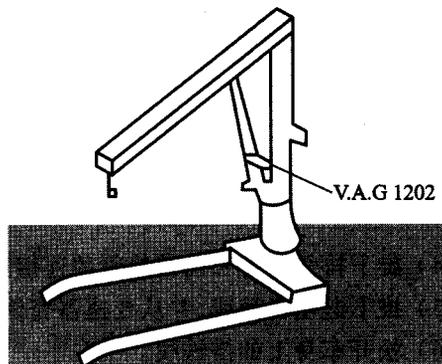

图 1-10 发动机吊车
- 30) 使用发动机吊车 V. A. G1202(图 1-10)和发动机吊架 2024A 吊住发动机的吊耳。